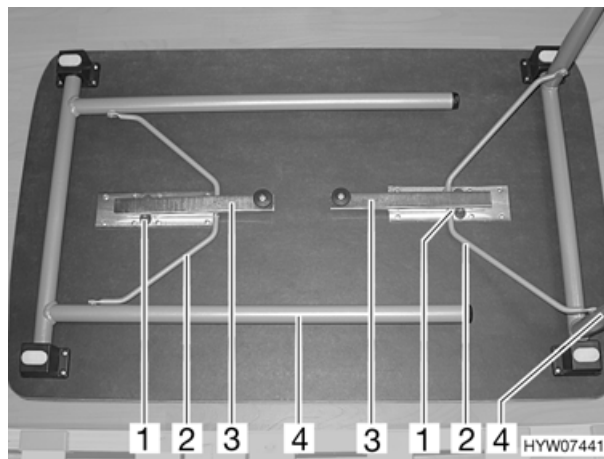

Fig. 28 Tavolo ribaltabile, non fissato all'interno
- Aprire un piede (Fig. 28,4) dopo l'altro verso l'esterno fino a che le staffe di supporto (Fig. 28,2) si innestano nei naselli (Fig. 28,1) delle guide.
- Tirare un piede dopo l'altro con la leva (Fig. 28,3) e ripiegare completamente il piede (Fig. 28,4).